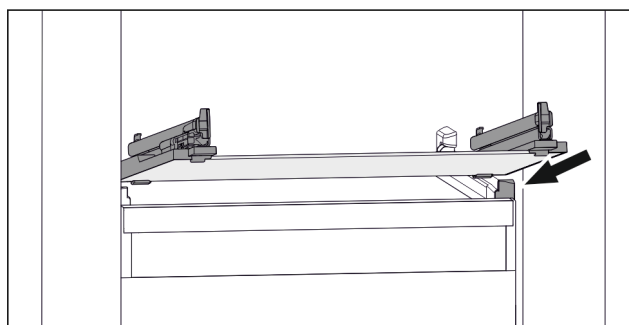

Fig. 79 Eksempel på fremstilling av glassplaten
- Sett glassplaten på skrå bak stopperne. (se Fig. 79)